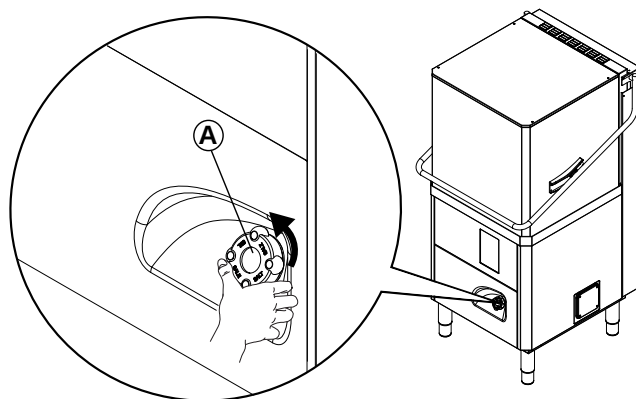

Fig. 26
- Skrul låget af beholderen "A" (Fig. 26) ved at dreje det i retning mod uret.